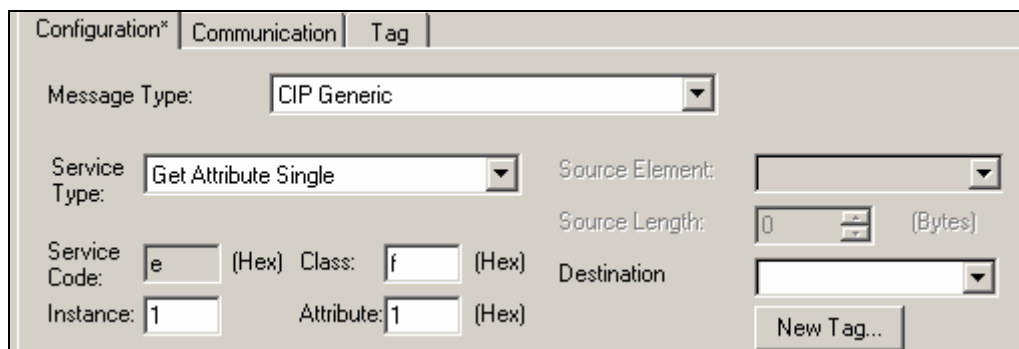

图 3-64 配置通讯参数
53. 选择 Configuration (组态选项卡), 如图 3-64 所示, 通过设置以下参数获取变频器 Output Current (输出电流) 值。